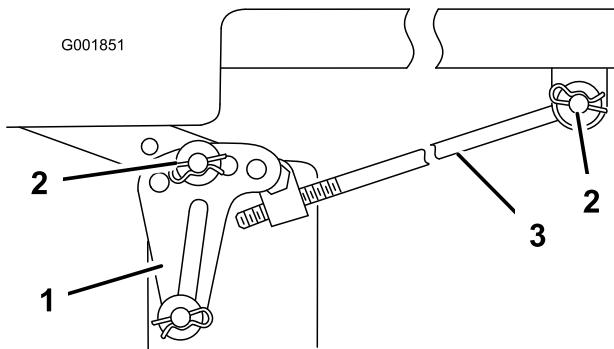

Figure 58
**Remarque:** Avant de déposer le plateau de coupe, notez les trous de fixation des pattes de mise à niveau (Figure 58).
5. Retirez la goupille fendue et la rondelle de la tige de réglage (Figure 58) de chaque côté du plateau de coupe.
6. Retirez la goupille fendue et la rondelle des pattes de mise à niveau (Figure 58) de chaque côté du plateau de coupe. Notez le trou de montage de la patte de mise à niveau en prévision de la repose. Dégagiez les pattes de l'axe de montage
6. Fixez la tige de réglage à la machine à l'aide de la rondelle et de la goupille fendue (Figure 58) de chaque côté du plateau de coupe.
7. Glissez les pattes de mise à niveau sur les axes de montage et fixez-les à l'aide des rondelles et des goupilles fendues (Figure 58).